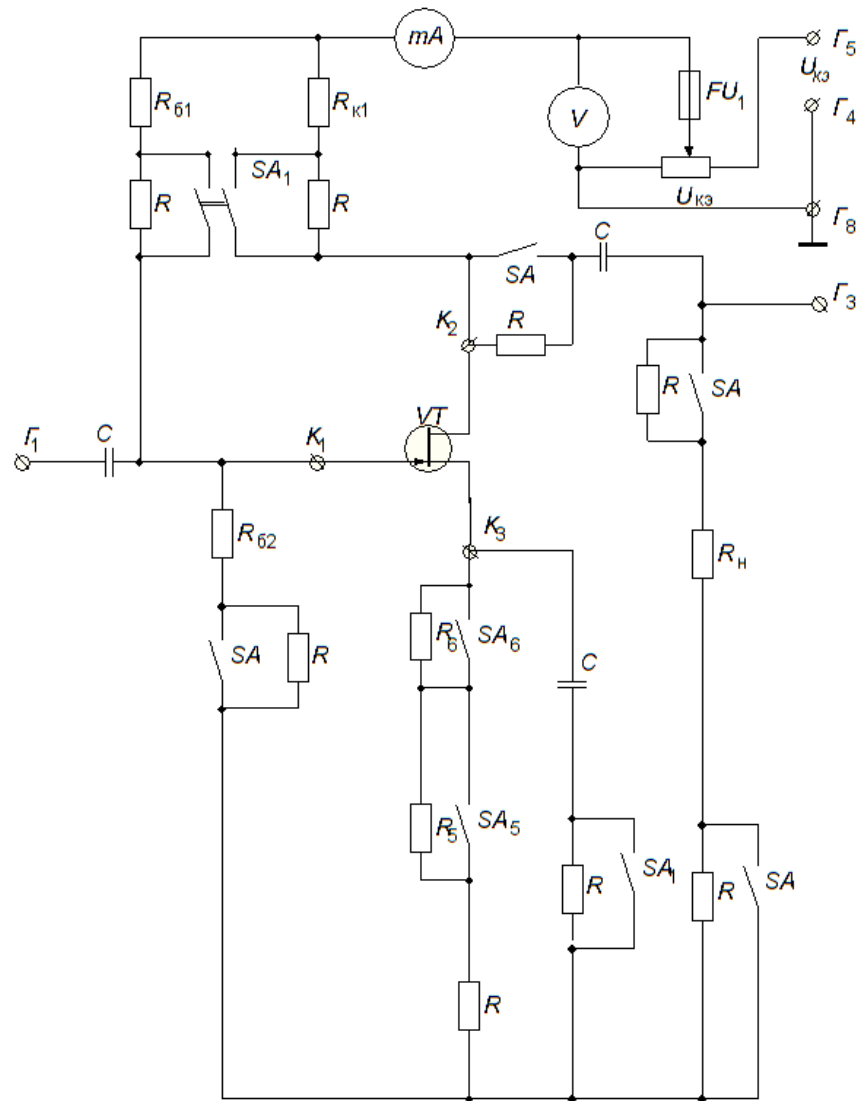

Рис. 4.8. Схема включения транзистора для снятия АЧХ
4. Определить верхнюю граничную частоту АЧХ транзистора, для чего собрать на стенде схему (рис. 4.8). Установить напряжение $U_{кэ} = -5$ В. На гнездо Г1 стенда подать синусоидальное напряжение порядка 100 мВ с генератора. К гнезду Г3 подключить цифровой вольтметр.